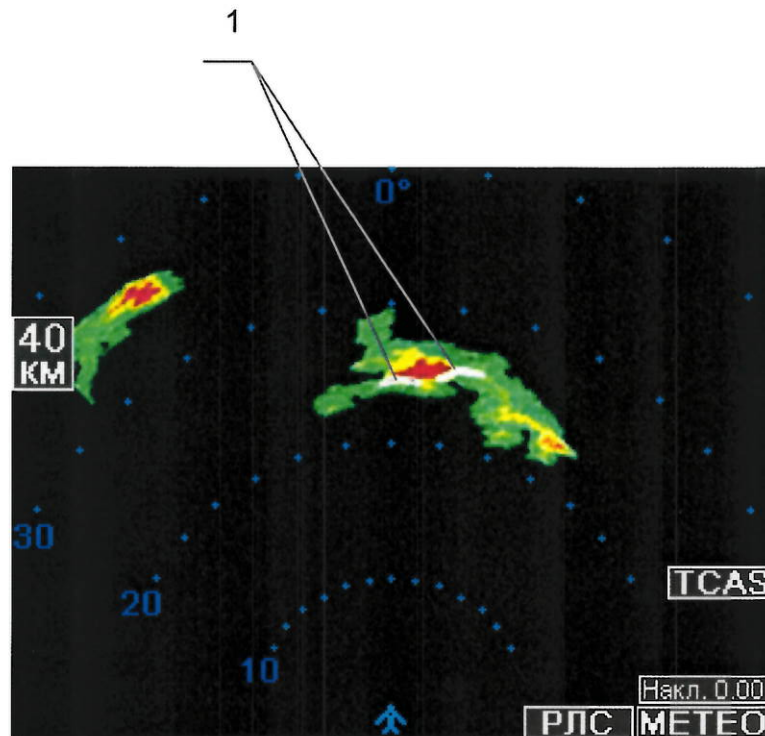

Рисунок 6 – Примерный вид изображения на экране индикатора СЭИ в режиме МЕТЕО при обнаружении опасной турбулентности
- белый цвет – сильная турбулентность (отображается на масштабах до 40 нм или 100 км включительно) (рис. 6, поз. 1);